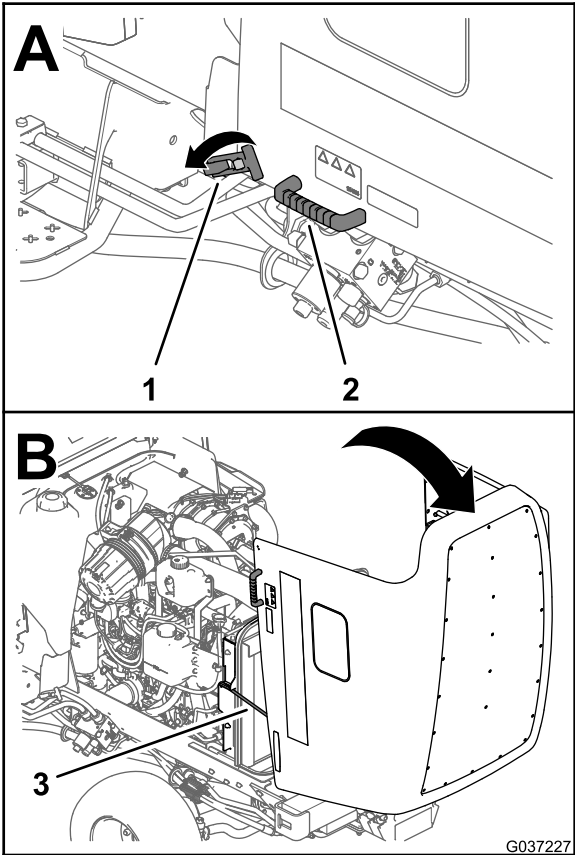

Figura 73
3. Usando los tiradores situados junto a los cierres, levante el capó y muévelo hacia atrás hasta que las 2 varillas queden enganchadas en los soportes (Figura 73).